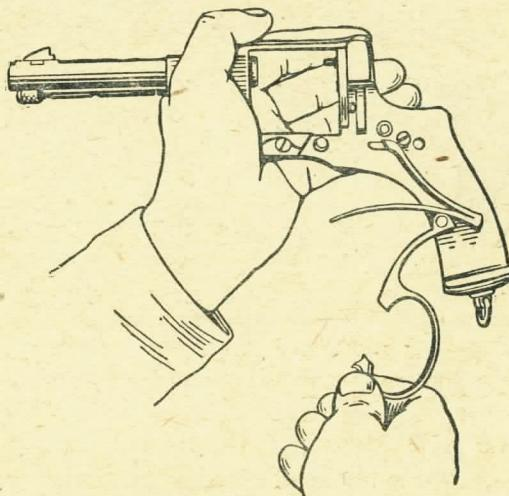

Рис. 39. Как снять спусковую скобу
**13) снять спусковую скобу** (рис. 39) и боевую пружину;